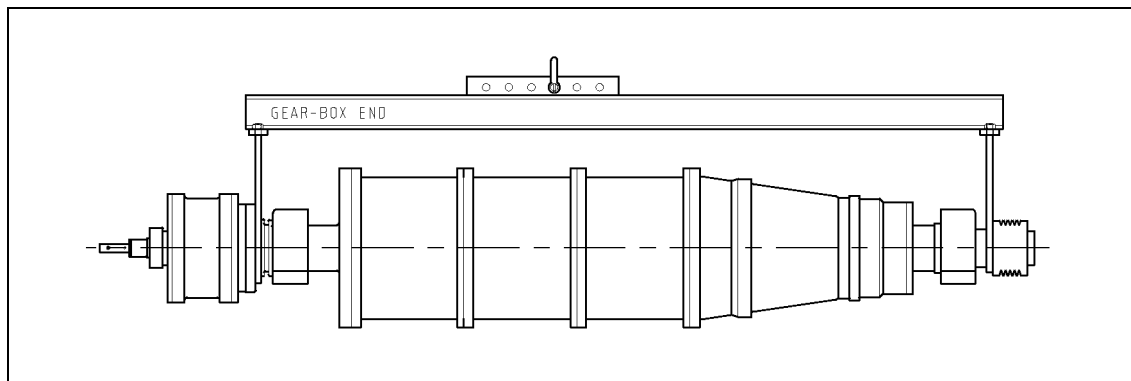

Figure 4.1.1
4.1.1 Remove Bowl (Fig. 4.1.1)
4.1.2 Install Bowl (Fig. 4.1.1)